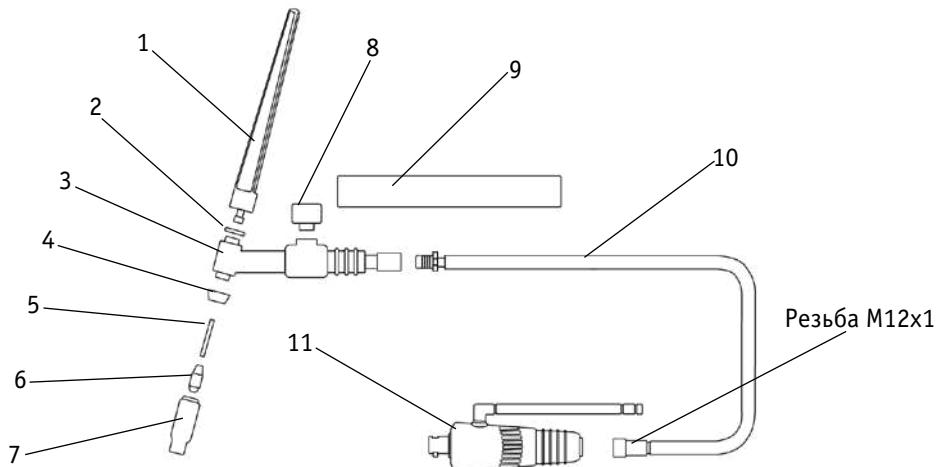

Рис. 12.3. Схема вентильной горелки для аргонодуговой сварки.
- 7) Вентильная горелка (См.рис.12.3).
Для работы в TIG Lift режиме с аппаратом понадобится предназначенная для этого горелка (См. рис. 12.3). Горелка представляет собой узел, обеспечивающий передачу тока и защитного газа от сварочного аппарата к свариваемому изделию.